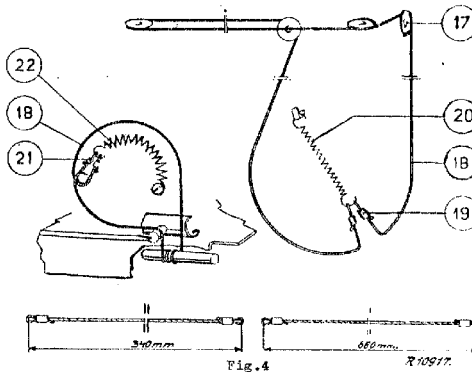

Fig.4
4. De snaar eerst over de linker rolletjes leiden, vervolgens over rechter rolletjes met behulp van een speciaal haakje (zie fig.4).